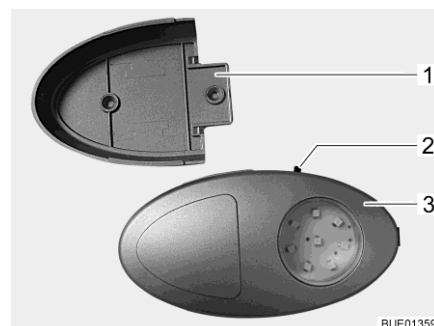

Fig. 82 Luce armadio guardaroba/torcia elettrica
- ▷ È possibile estrarre la luce armadio guardaroba dal supporto a vite (Fig. 82,1) e utilizzarla come torcia elettrica.
L'interruttore di accensione/spegnimento (Fig. 82,2) è montato direttamente sulla luce armadio guardaroba (Fig. 82,3).